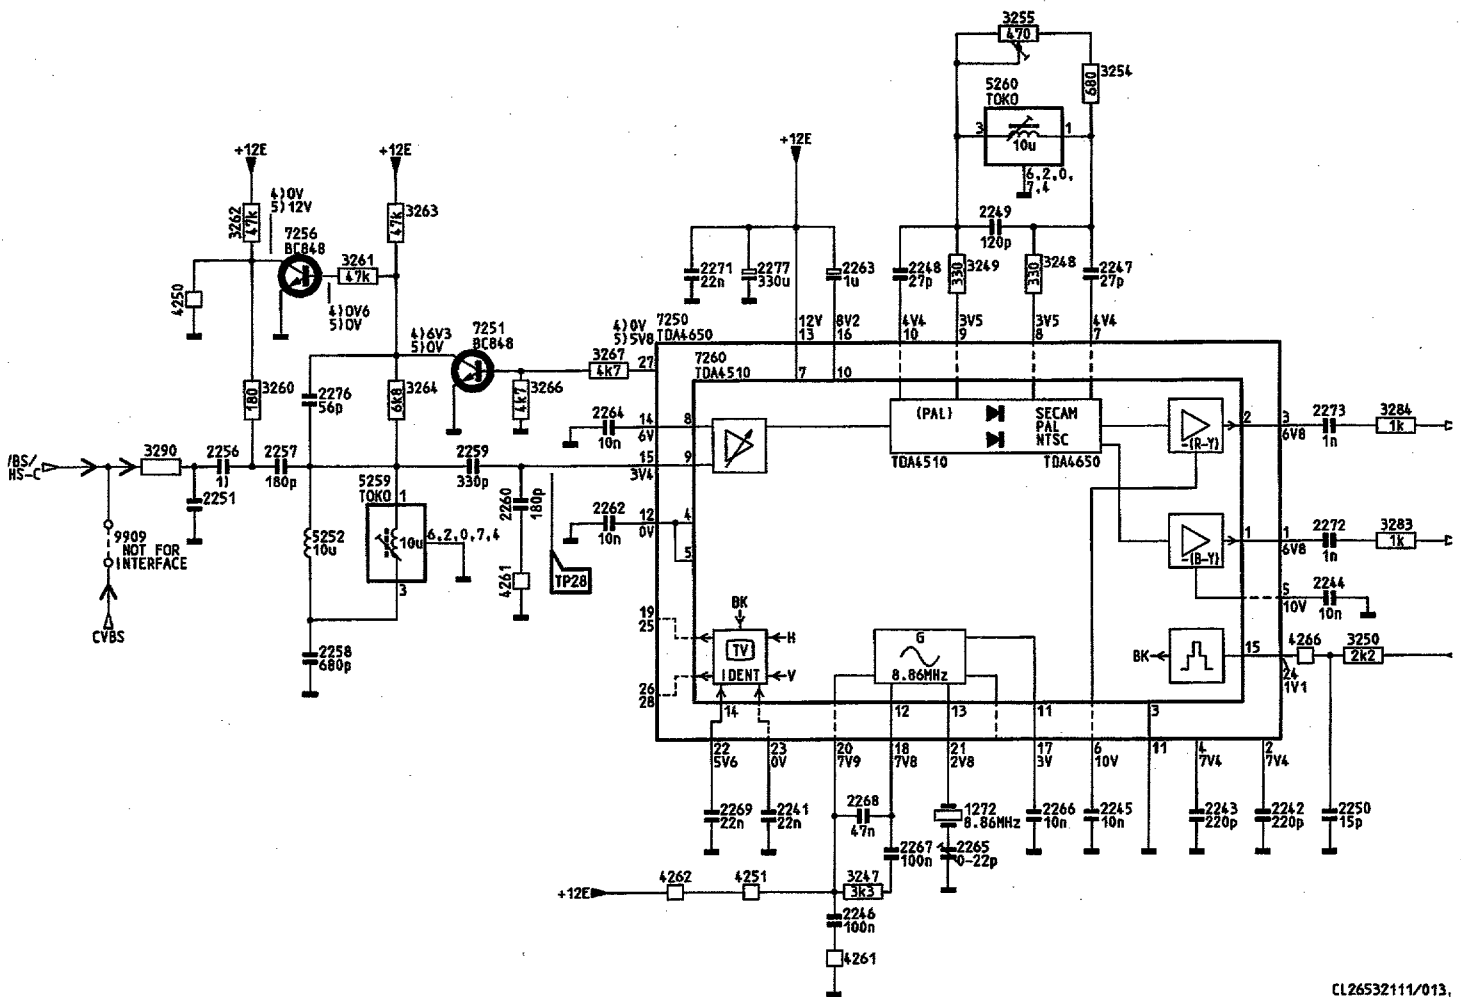

Fig. 5.3
5.3 La via di cromaticità (Fig. 5.3)